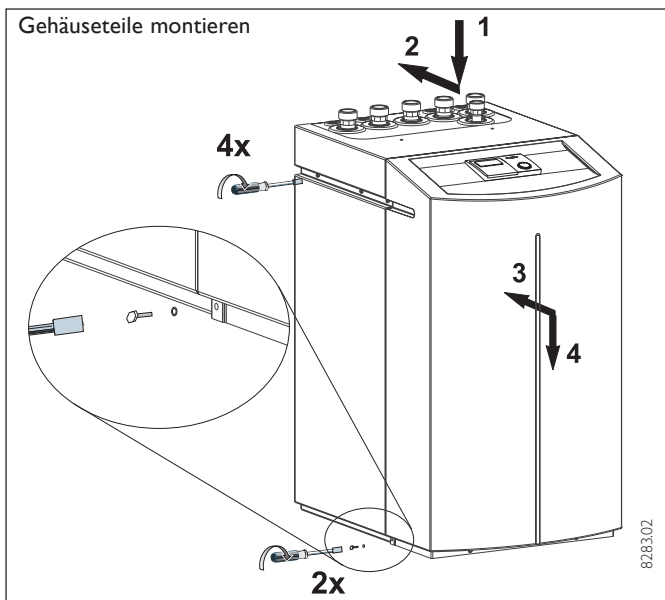

Abb. 11
- Beim Anbringen der Fronthaube muss diese, wie in Abb. 11 dargestellt, mit den